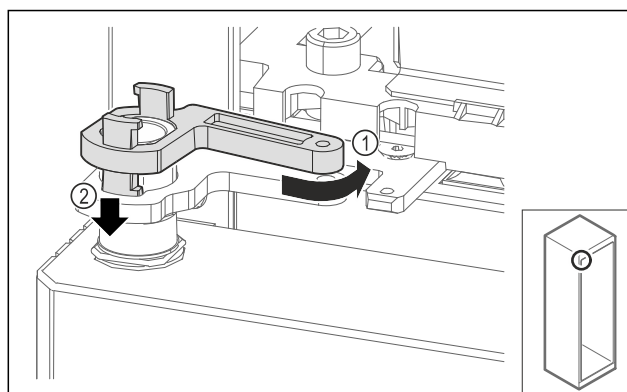

Fig. 67
- Vergrendeling lagerbok iets terugdraaien Fig. 67 (1), omlaag drukken Fig. 67 (2) en in de scharnierhoek vergrendelen.